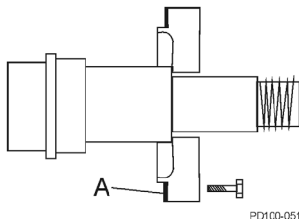

Abb.72 Dichtmasse entfernen
4. Entfernen Sie die Silikondichtmasse (Abb. 72, Pos. A) von den Lagerhaltern und vom Getriebegehäuse.